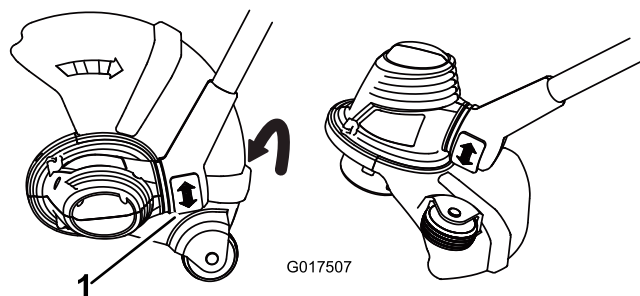

Figura 4
- Para ajustar la orientación de la base, presione hacia abajo sobre el botón de giro situado en la base del mástil, luego gire la base a la orientación deseada (Figura 4).